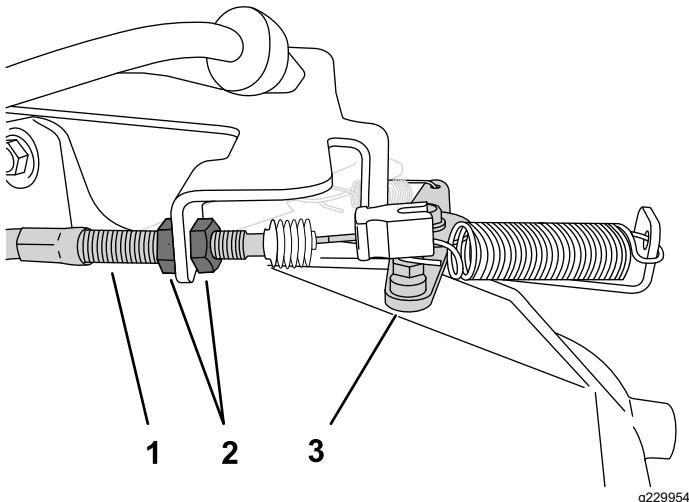

Рисунок 41
- На корпусе троса дроссельной заслонки ослабьте переднюю контргайку и затяните заднюю контргайку, чтобы увеличить малую частоту холостого хода (Рисунок 41).